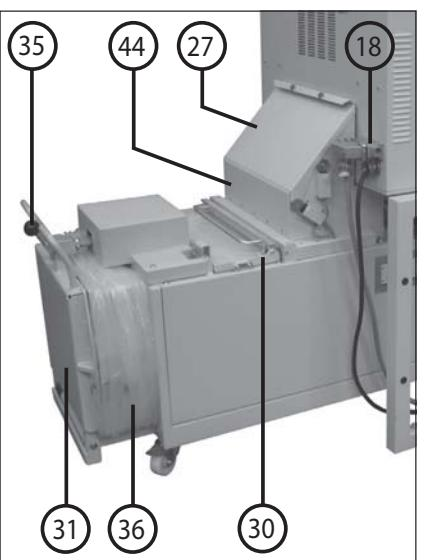

Fig. 2
Quando o espaço dentro da tremilha (44) (fig. 2) estiver totalmente cheio com material cortado, em função de um congestionamento na abertura de enchimento do compressor, a instalação é desligada por causa da tampa levantada (27) (fig. 2). O indicador de controlo (9) "Congestionamento saída" pisca.